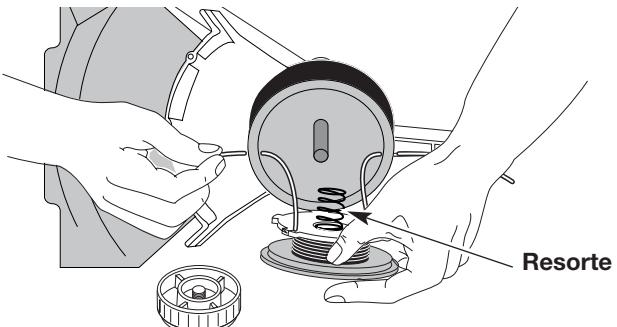

Fig. 39
13. Inserte los extremos de la línea a través de los ojalillos de la bobina exterior y coloque el carrete interior con el resorte dentro de la bobina exterior (Fig. 39). Empuje el carrete interior y la bobina exterior entre sí. Mientras sostiene el carrete interior y la bobina exterior, tome los extremos y tire con firmeza para soltar la línea de las ranuras de fijación de la bobina.
5. Inserte los extremos de la línea en los ojalillos de la bobina exterior (Fig. 39).